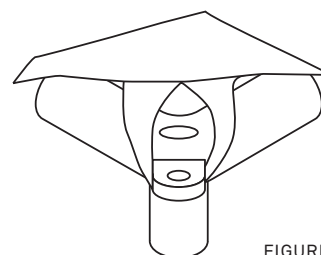

FIGURE 4
5. Posez la bâche de toit sur la structure. Tirez les boucles en nylon par-dessus les angles, comme illustré sur la figure 4. Un des angles est pourvu d'un ruban de traction pour faciliter la mise en place de la dernière boucle.